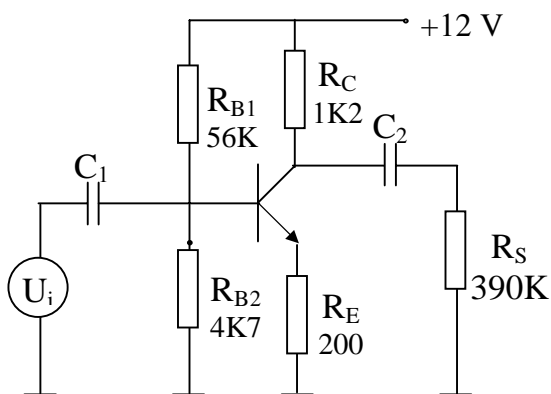

Fig.7.9
3.4 Pentru studiul clasei AB funcționare se utilizează montajul din fig. 7.9: